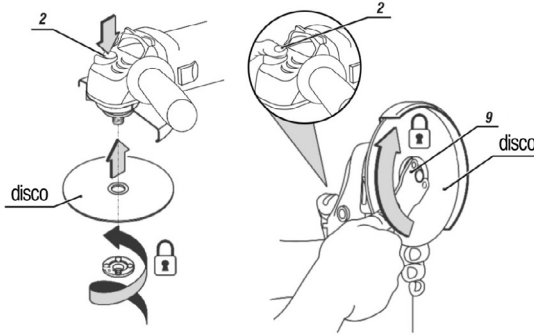

Fig. 8 – Trocando o disco
6. Coloque a porca no eixo e aperte-a com a chave (9), Fig. 8.